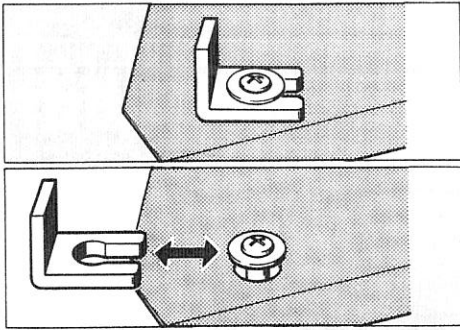

Fig. 1
- Entfernen Sie durch seitlichen Druck die beiden Transportsicherungen **15** (Fig. 1).